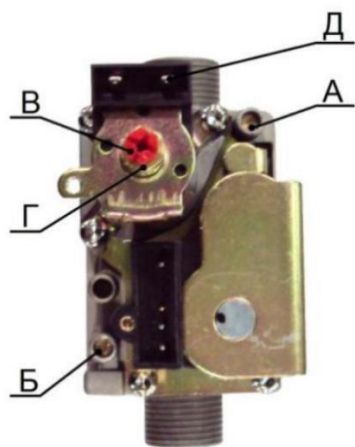

Рис.19
Открутить винт на штуцере (Б, рис. 19) и присоединить к штуцеру (Б) манометр. Открыть газовый кран. Включить котел и перевести его в режим отопления.
- Отсоединить манометр и закрутить винт на штуцере (А) (рис. 19).